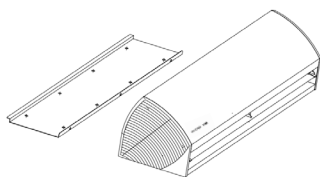

Imagen 1: Saque la placa de montaje
1. Saque el soporte del chasis: Después de desembalar, afloje el tornillo de sujeción del soporte del chasis desde la parte inferior y separe el soporte del chasis de toda la máquina (Imagen 1).